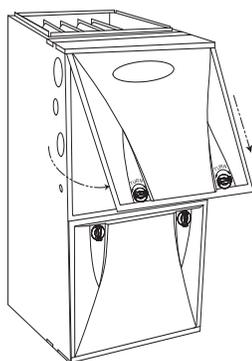

Fig. 10 – Retrait de la porte principale de la chaudière (configuration à tirage ascendant)
4. Retirez la porte principale de la chaudière. Consultez la Fig. 10.